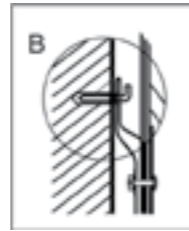

Рис. 8
2. После того, как вы выбрали правильное место установки водонагревателя, определите точки для отверстий под распорные болты с крючками (определяются в соответствии со спецификацией прибора, который вы выбрали). Просверлите в стене два отверстия соответствующей глубины с использованием сверла, подходящего по размеру под распорные болты, прилагаемые к водонагревателю, вставьте винты, поверните крюк вверх, плотно затяните гайки и затем повесьте электрический водонагреватель на эти крюки (см. Рис.8).